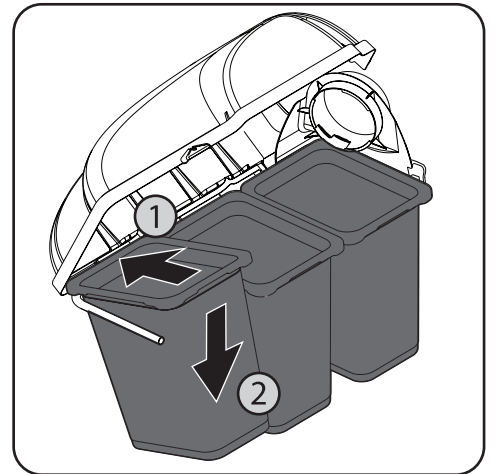

Figure 4-23
**Important!** Assurez-vous que le fond de la goulotte d'éjection est situé à l'intérieur de la lèvres de l'ouverture du plateau, comme montré à la Figure 4-23.